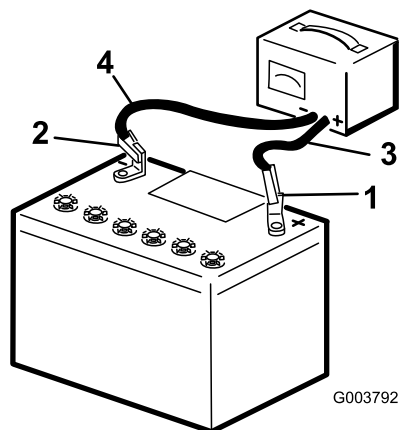

図 42
- 3-4 Aで 4-8 時間充電する 図 42。充電しすぎないように注意すること。
3. 充電が終わったら、チャージャのプラグをコンセントから抜いてから、チャージャのリード線をバッテリー端子から外す 図 42。